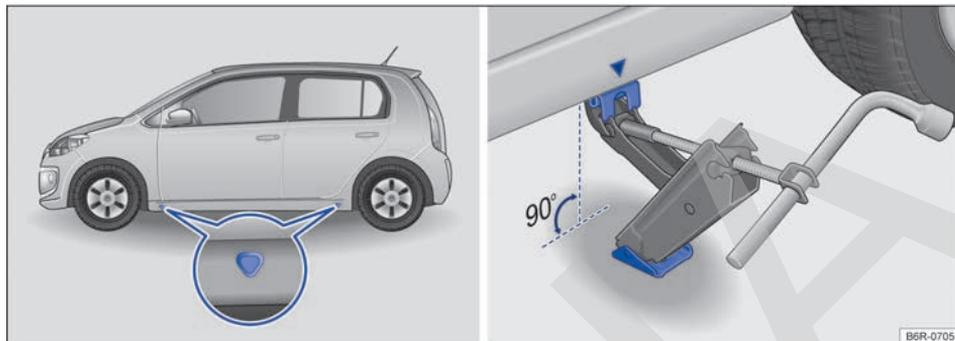

Fig. 151 Puntos de apoyo del gato y gato posicionado atrás en el lado izquierdo trasero del vehículo.
La figura → fig. 151 ilustra, como ejemplo, los puntos de apoyo del gato en los vehículos 4 puertas. Los vehículos de 2 puertas siguen el mismo concepto.
El gato únicamente puede ser posicionado en los puntos de apoyo indicados (marca en la carrocería) → fig. 151. Es válido el punto de apoyo ubicado próximo a la rueda correspondiente → ⚠.
6. Busque debajo del vehículo el punto de apoyo del gato → fig. 151 más cercano a la rueda que debe cambiar.
8. Garantizar que la base del gato, con toda su superficie, esté sobre el piso y que la base se encuentre perpendicularmente por debajo del punto de colocación → fig. 151.
9. Alinear el gato y, simultáneamente, levantar la garra del gato hasta que se encaje en el travesaño debajo del vehículo → fig. 151.
- Posicionar el gato únicamente en los puntos indicados. La garra del gato debe encajarse en el perfil del larguero de forma segura → fig. 151.